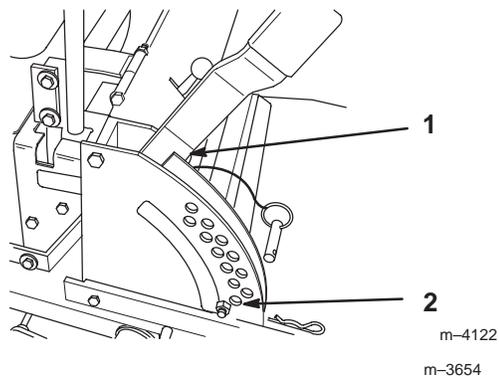
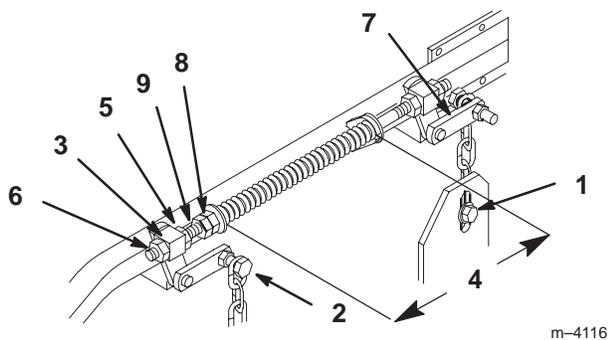

Bild 63
Bild 64
4. Heben Sie die Mähwerkabdeckung in die Transportposition an (Bild 63). Nehmen Sie den Druck von den beiden großen Hebefedern der Mähwerkabdeckung, indem Sie die Klemmmutter und vordere Spannmutter vor jeder Feder soweit wie möglich lockern (Bild 64).
- Legen Sie zwei 35 mm starke Blöcke unter die unteren Kanten des Mähwerks rechts und links hinten. Legen Sie vorne in der Mitte einen 44 mm starken Block unter die untere Kante des Mähwerks. Legen Sie die Blöcke nicht unter die Bügel der Antiskalpierrollen. Senken Sie das Mähwerk auf die 38 mm Schnitthöhe ab (Bild 63).
- Lockern Sie die untere Kettenschraube im Schlitz an der Rückseite der Mähwerkabdeckung. Wiederholen Sie das Verfahren für die andere Seite (Bild 64).
- Lockern Sie die vordere und hintere Sicherungsmutter an beiden Seiten des vorderen Drehzapfens. Lockern Sie die Muttern so weit, bis die vorderen Ketten lose sind und die Mähwerkabdeckung von den Blöcken getragen wird. Wiederholen Sie das Verfahren für die andere Seite (Bild 64).
- Bei gelockerten Befestigungsteilen dreht die verbleibende Spannung in den großen Stützfedern den Hebegriff der Mähwerkabdeckung aus seiner 38-mm-Stellung heraus nach oben. Drücken Sie auf den hinteren Stützarm der Mähwerkabdeckung, um den Hebegriff der Mähwerkabdeckung wieder fest in seine 38-mm-Stellung zu bringen (Bild 64).
- Drücken Sie weiter auf den hinteren Stützarm der Mähwerkabdeckung. Straffen Sie dabei die hintere Kette und ziehen Sie die Befestigungsteile unten an (Bild 64). Jetzt müssen Sie den Stützarm nicht mehr nach unten drücken. Wiederholen Sie das Verfahren für die andere Seite.
- Heben Sie den Hubhebel der Mähwerkabdeckung in die Transportposition an (Bild 63).
- Regulieren Sie die Druckfedern, indem Sie die vorderen Spannmuttern so weit drehen, bis die Entfernung zwischen den beiden großen Scheiben 260 mm beträgt. Ziehen Sie dann die Klemmmutter an (Bild 64).